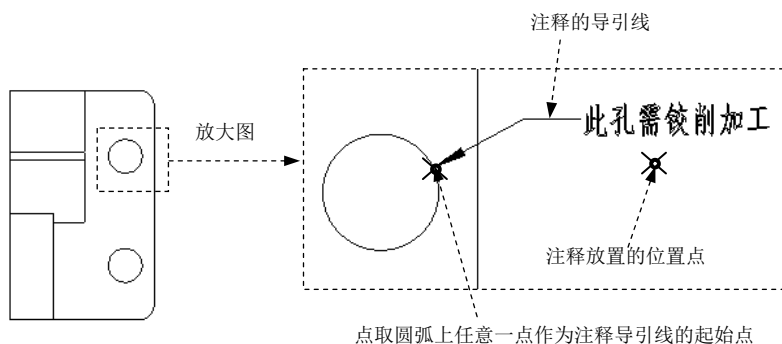

图 6.9.4 有方向指引的注释
下面以图 6.9.4 中的注释为例，说明创建有方向指引注释的一般操作过程：
Step3. 定义注释导引线的起始点：此时系统弹出图 6.9.5 所示的菜单，在该菜单中选择 On Entity (图元上) ⇒ Arrow Head (箭头) 命令，然后选择注释指引线的起始点，如图 6.9.4 所示，选择 Done (完成) 命令。
Step4. 定义注释文本的位置点：在屏幕选择一点作为注释的放置点，如图 6.9.4 所示。